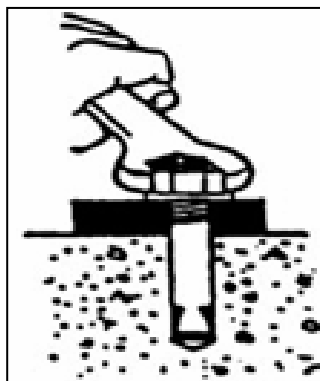

Figure 20
- Vissez les capchons des boulons d'ancrage (figure 20).